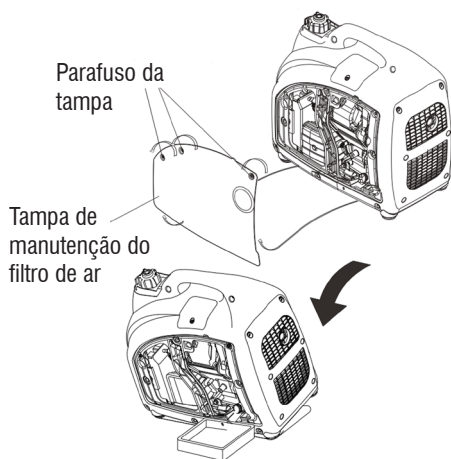

Fig. 17 – Trocando o óleo
3. Solte os parafusos da tampa de manutenção do filtro de ar (9) (fig. 1) e retire a tampa (fig. 17);